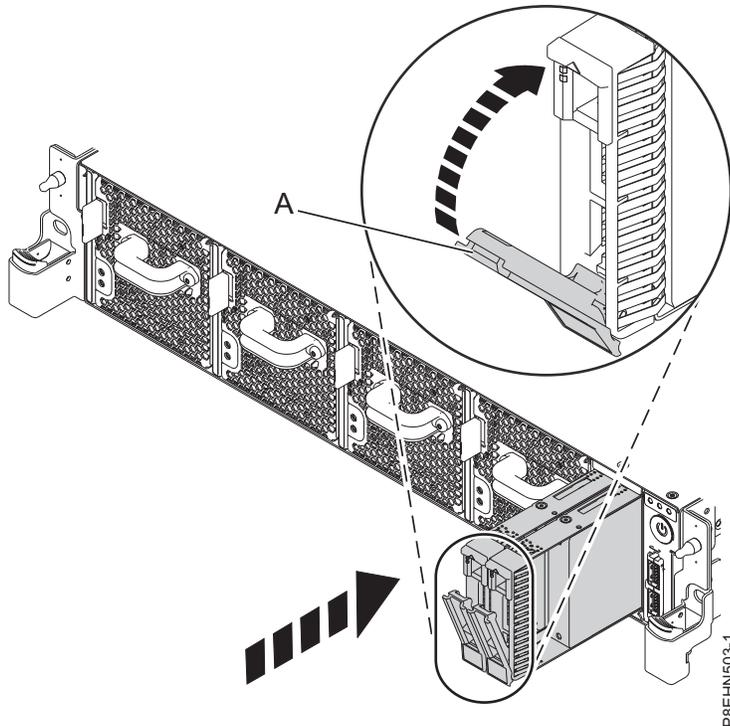

Figura 2. Bloqueando a alça de compartimento da unidade
7. Trave a alça do compartimento da unidade (**A**) ao empurrar a alça de liberação. Consulte Figura 2 na página 8.